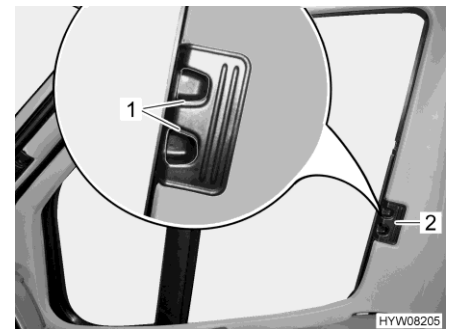

Bild 24 Plisségardin för förar-/passagerarfönster
- Ta tag i handtaget (Bild 24,2) till plisségardinerna för förarfönstret och passagerarfönstret och skjut in dem så långt det går.
- Låt låshandtagen (Bild 24,1) haka fast.